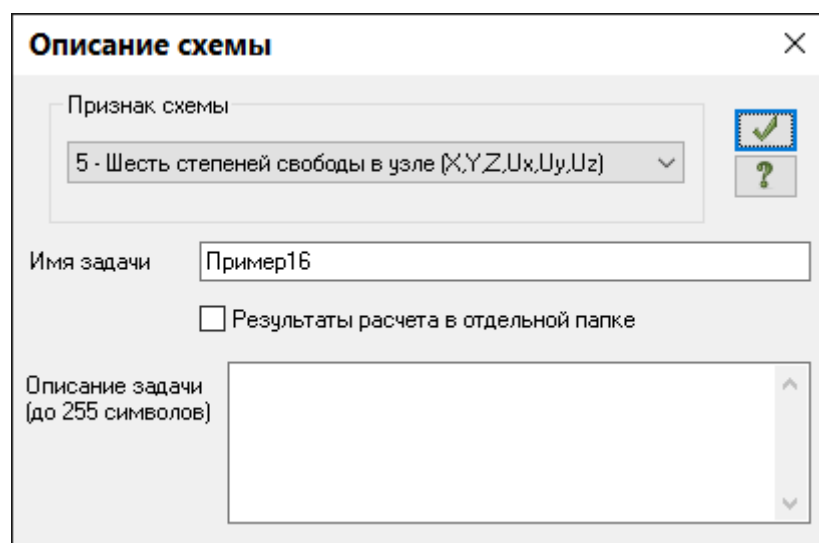

Рис.16.1. Диалоговое окно **Описание схемы**
- В появившемся диалоговом окне **Описание схемы** (рис. 16.1) задайте следующие параметры: